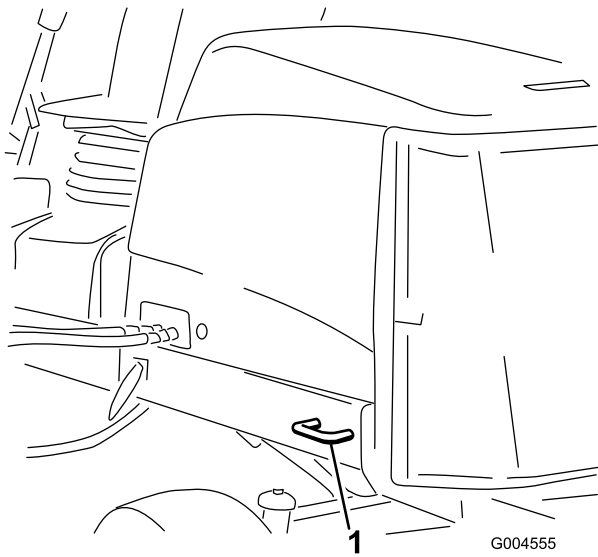

Bild 59
- Hinten: Jede Maschinenseite am hinteren Rahmen (Bild 59).